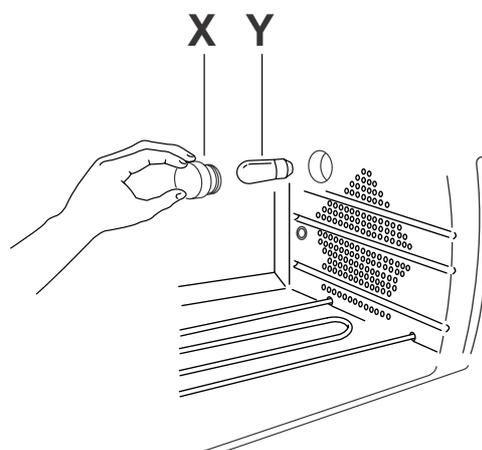

fig. 12
- retirar o vidro de protecção (X) desapertando-o no sentido contrário aos ponteiros do relógio e substituir a lâmpada (Y) por outra do mesmo tipo. (ver a fig. 12). Apertar novamente o vidro de protecção (X).